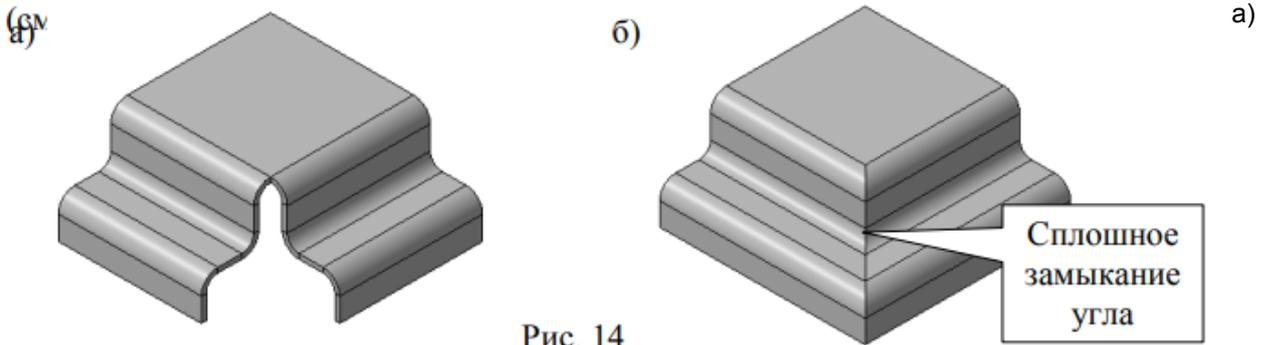

Рис. 14
6. Какие параметры необходимо задействовать на Панели свойств системы КОМПАС-3D, чтобы, при использовании операции Замыкание углов (см. рис. 14, а), стало возможным создание сплошного замыкания, примыкающих к углу трехмерной модели листовой детали, сгибов и их продолжений (см. рис. 2, б)?
7. Какие численные значения радиуса (R) необходимо задать в соответствующих полях ввода на Панели свойств системы КОМПАС-3D, чтобы, при Рис. 14 а) б) Сплошное замыкание угла использовании операции Открытая штамповка, стало возможным создание трехмерной модели открытой штамповки листовой детали с радиусом скругления (Rск) ее внешних боковых ребер и внутренних ребер основания равным толщине листового материала (S)?
- а) Радиус (R) должен быть равен S мм.